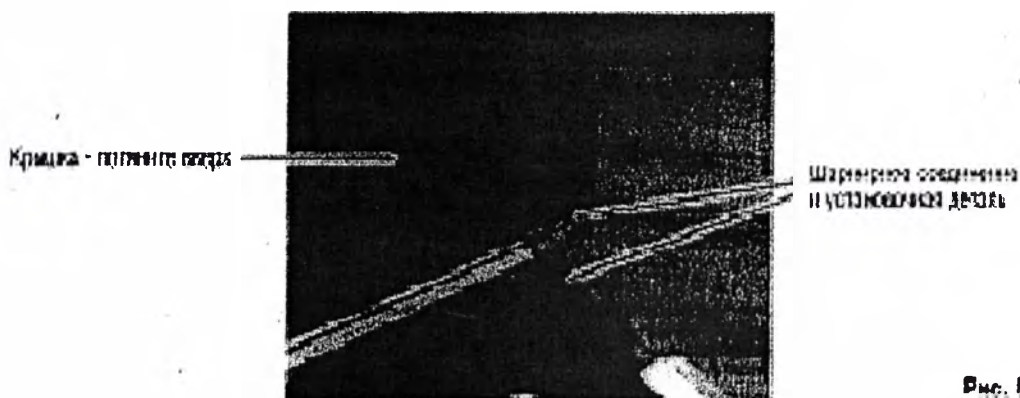

Рис. 6-1.
- 6.1 Непосредственно после использования аппарата откройте крышку и извлеките сетку с инструментами и оборудованием из резервуара аппарата. Чистку резервуара проводите тщательно, при использовании воды и моющего средства. В случае необходимости, для более тщательной чистки, крышку аппарата можно отсоединить осторожным потягиванием крышки вверх для отделения шарнирных соединений, как показано на рис. 6-1.